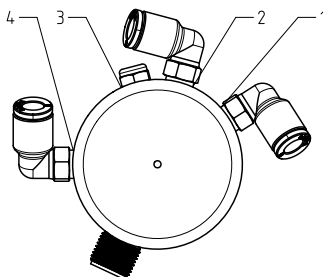

Abb. 6: Pneumatischer Anschluss (2 Magnetventile)
1. Zuluftanschluss 1 (⇒ Abb. 6) mit anlagenseitiger Druckluftversorgung verbinden.
2. Aktoranschluss 2 (⇒ Abb. 6) mit Steuerluftanschluss des Pneumatik-Antriebs (unterer Druckraum) verbinden.
3. Aktoranschluss 4 (⇒ Abb. 6) mit Steuerluftanschluss des Pneumatik-Antriebs (oberer Druckraum) verbinden.
4. Optional: Schalldämpfer am Gewindeanschluss 3 (⇒ Abb. 6) durch einen Schlauchanschluss ersetzen, wenn die Abluft über eine Leitung abgeführt werden muss.